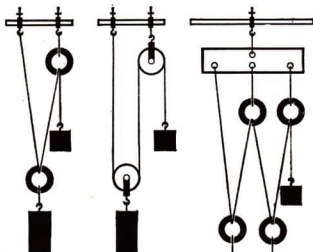

Bild 50/2
3. Eine Kombination aus mehreren Ringen (Bild 50/3) nennt man einen Klobenzug. Stelle einen Klobenzug her! Welcher Unterschied zum Flaschenzug besteht?